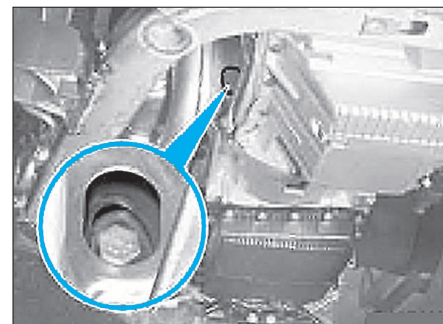

FIG. 8
- Dégager l'agrafe (3) par le bas à l'aide d'un tournevis.
- Dégager le câble (4) du support.
- Faire tourner le moteur dans son sens normal de rotation en agissant sur la poulie de vilebrequin jusqu'à ce que la première vis soit visible dans l'évidement (Fig.8). Déposer la vis du convertisseur de couple à l'aide de l'outil 24 1 110.